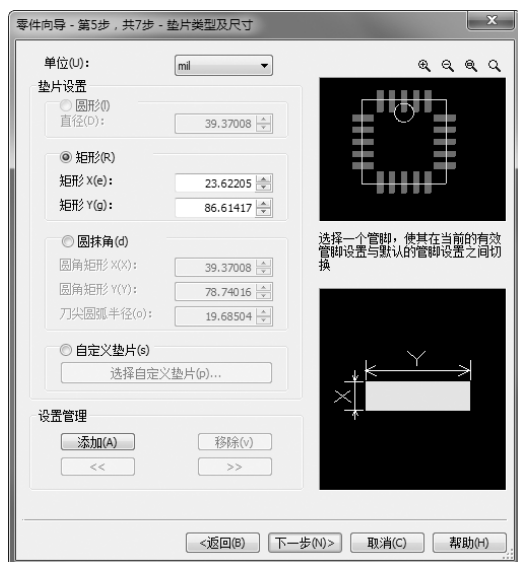

图 14-48 垫片大小设置界面
4) 单击“下一步”按钮，进入垫片大小设置界面，如图 14-48 所示。这里使用默认设置。